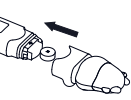

Figure 5
- Utilisez un objet pointu tel qu'un stylo pour retirer la pile usagée. Débarrassez-vous de la pile selon la législation en vigueur. Remplacez par une nouvelle pile bouton de 1,5 V CC de type LR41 ou SR41, UCC392, ou équivalent. Assurez-vous que la pile est installée avec la polarité vers le haut (figure 5).